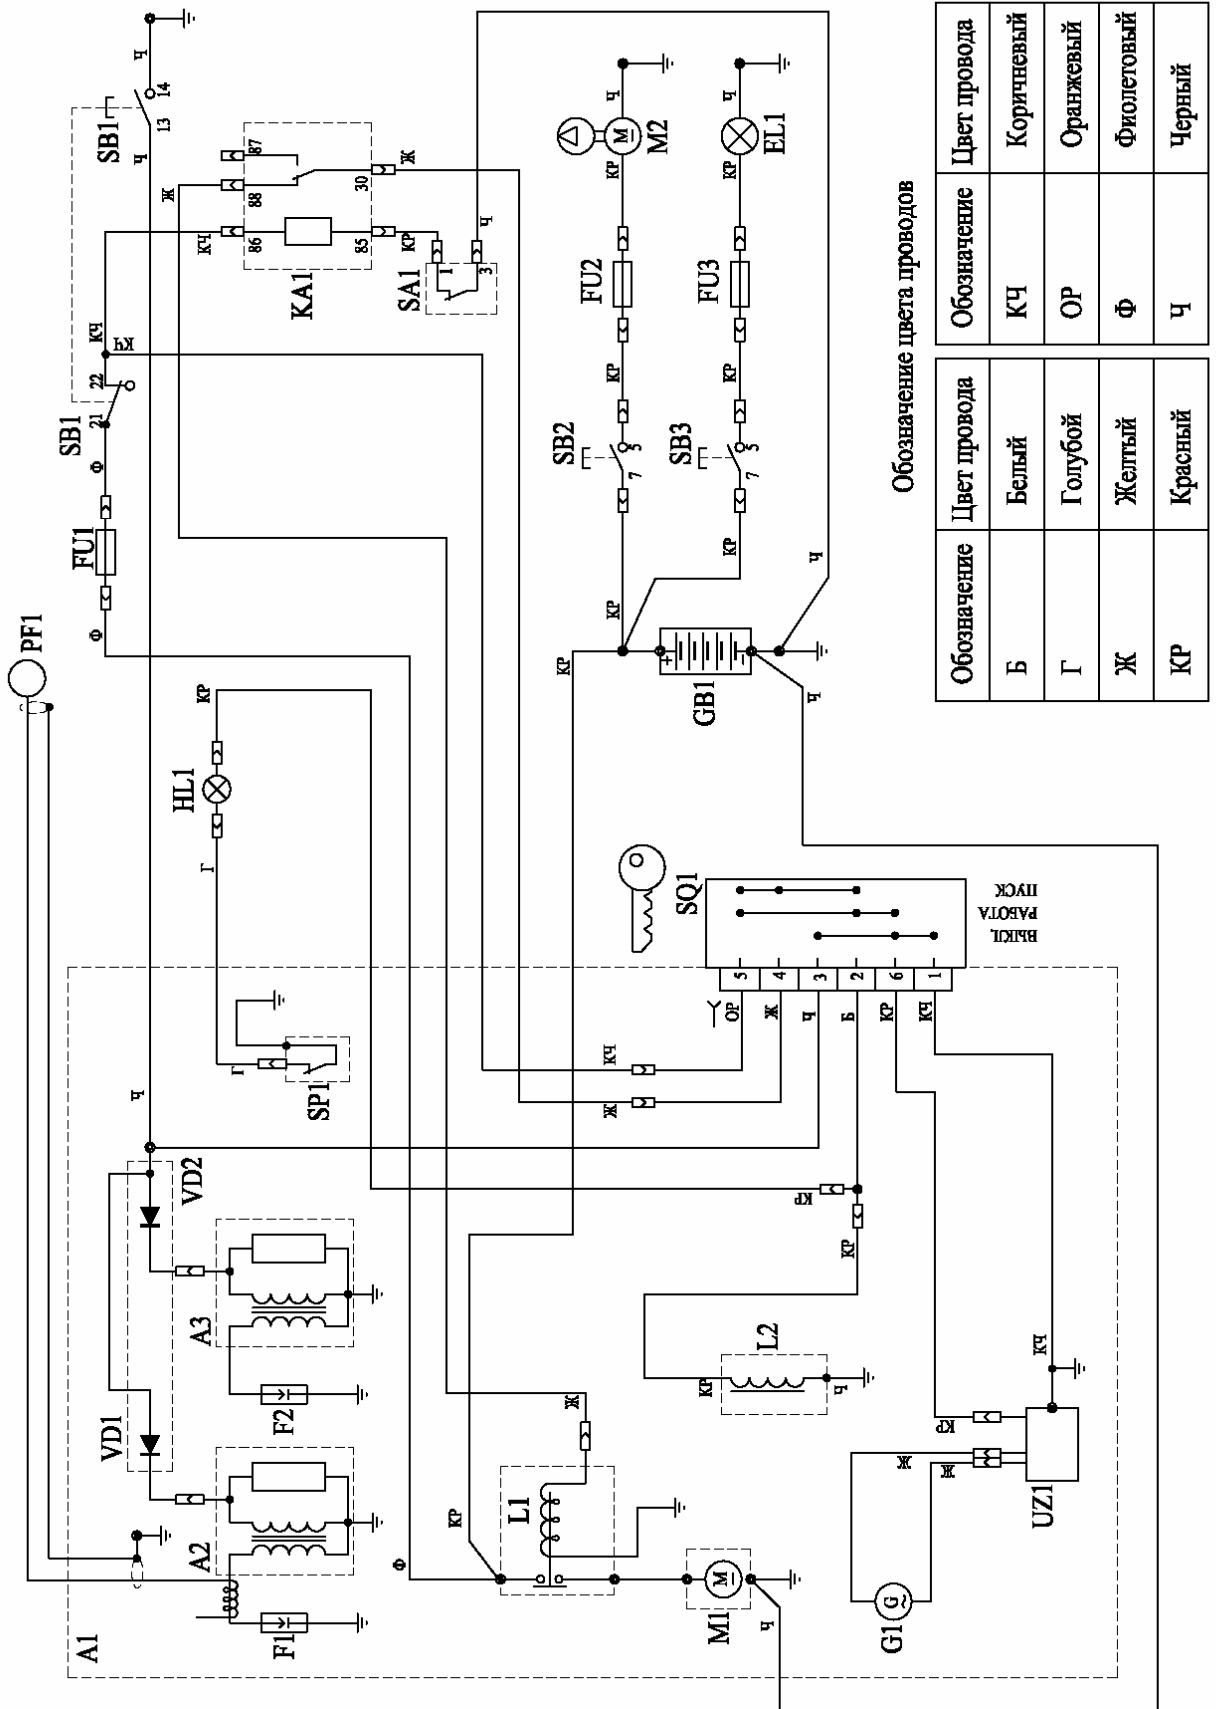

Рисунок 4 Схема электрооборудования.
- Двигатель поз. 16 установлен на основной раме через мотораму поз. 17 с планками. Продольные пазы в мотораме и поперечные пазы в планках позволяют регулировать параллельность ручьев шкивов клиноременной передачи поз. 28 и положение двигателя при натяжении ремней. Запуск двигателя производится электрическим стартером, питание которого осуществляется от аккумуляторной батареи поз. 41. Для зарядки аккумуляторной батареи двигатель имеет генератор. Схема электрооборудования приведена на рис. 4.
5.3 Перечень элементов электрооборудования (схема см. рис. 4)